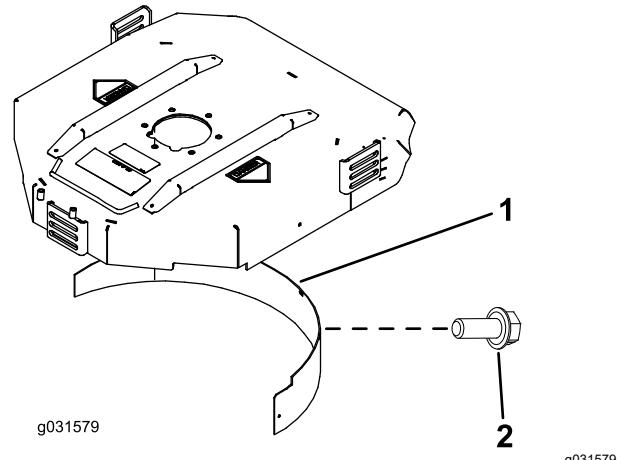

Figura 4
2. Instale el deflector de mulching en la abertura trasera y sujetelo con 5 pernos con arandela prensada (Figura 4).